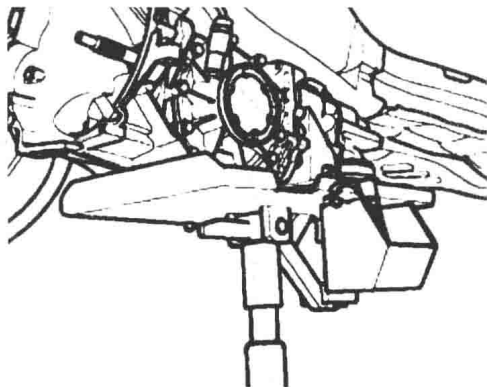

图 1-10 拆卸变速箱
(12) 拆卸发动机变速箱下部连接螺栓,并拆卸变速箱,如图 1-10 所示。